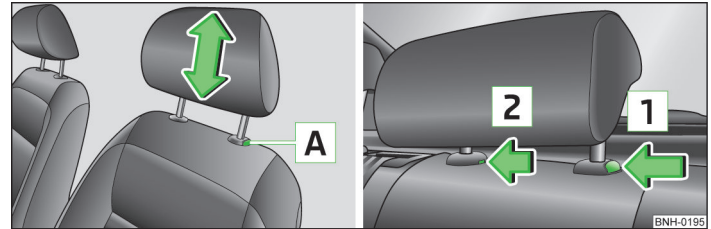

Abb. 37 Kopfstütze: Einstellen / Ausbauen
- › Möchte man die Kopfstütze nach unten verschieben, dann die Sicherungstaste **A** » Abb. 37 mit einer Hand drücken und gedrückt halten, und mit der anderen Hand die Kopfstütze nach unten drücken.
- › Die Sicherungstaste **A** » Abb. 37 drücken und die Kopfstütze herausziehen.
- › Die Sicherungstaste in Pfeilrichtung **1** » Abb. 37 drücken, gleichzeitig mit einem flachen Schraubendreher mit einer Breite von max. 5 mm die Sicherungstaste in der Öffnung in Pfeilrichtung **2** drücken und die Kopfstütze herausziehen.